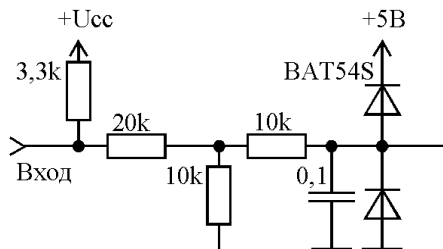

Рисунок 1 Схема входного канала
1.3.1 Изделие (смотри рисунок 1) состоит из следующих функциональных элементов: